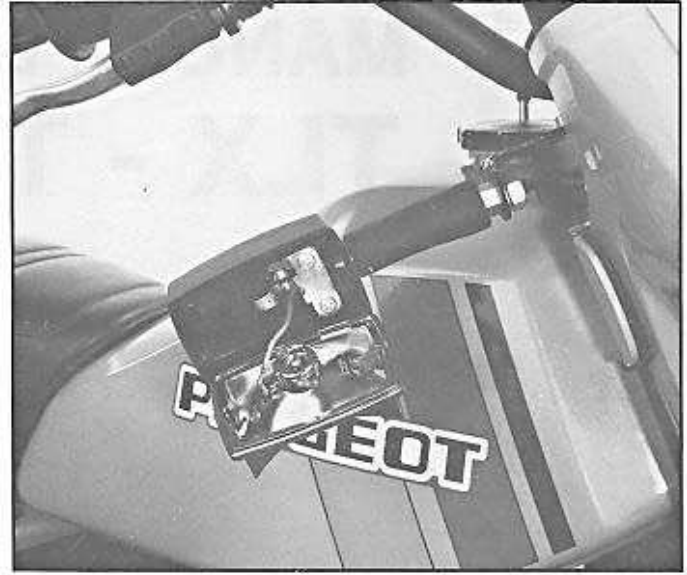

Fig. 3
- Passer le fil à l'intérieur du support et le connecter sur le réflecteur (fig. 3).